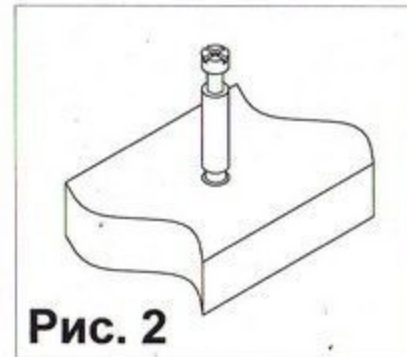

Рис. 2
1. Закрутить дюбеля стяжек-растекс (4) в муфты полок 6 и 7. (см.рис.2) .Вставить стяжки растекс (12) в боковины 4 и 5.Прикрутить к боковине 4 ответные планки петель (15) евроинтами (8) .Забить шканты (1) в боковины 4 и 5 и соединить их с полками 6 и 7. Фиксацию стяжек-растекс (12) произвести путем поворота их по часовой стрелке. Вставить полки 13 при помощи